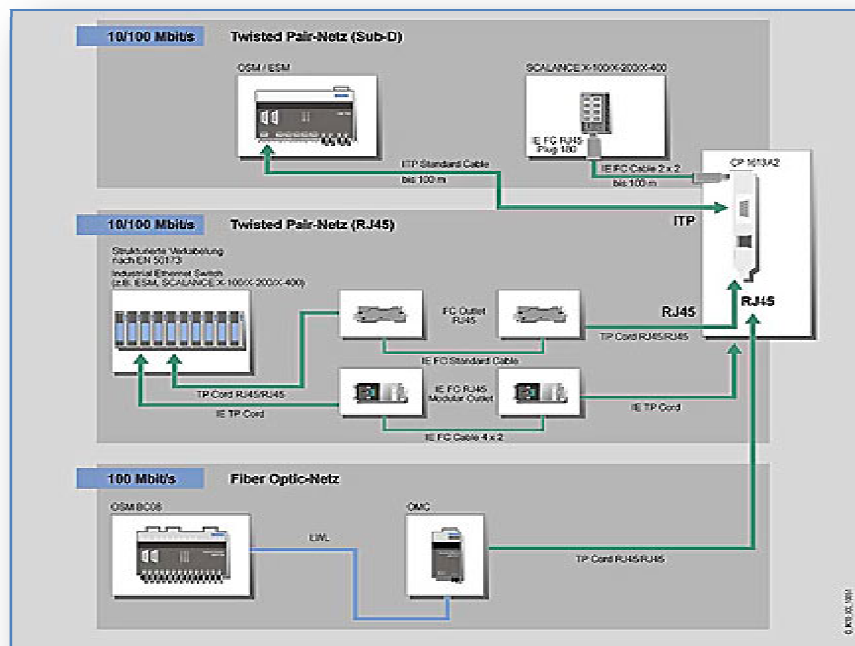

FIGURA 2.7. CONFIGURACIÓN INTERNA DE LA TARJETA.
- En la figura 2.7 se muestra la configuración interna de la tarjeta interna CP1613. Módulo PCI para conectar PCs y SIMATIC PG/PC a PROFINET I/O.